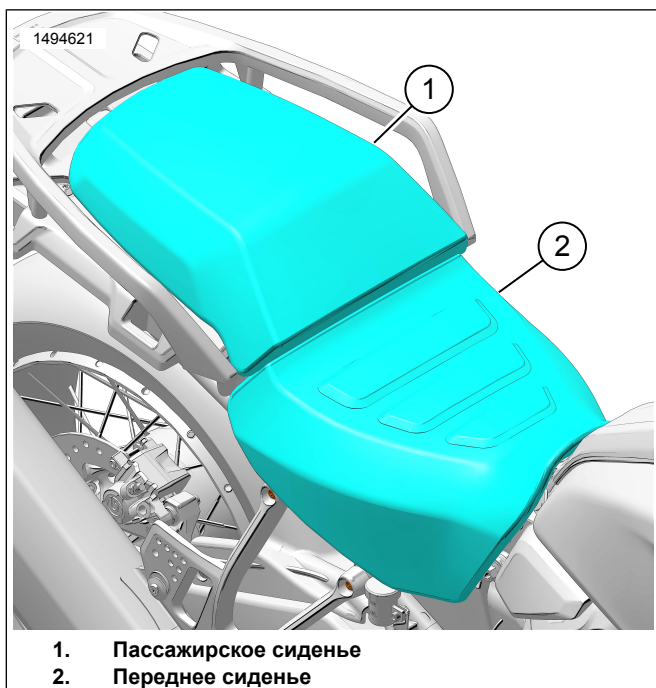

Рисунок 2. Сиденье
1. См. рис. 2. Снимите заднее сиденье (1) и сиденье (2). См. руководство по техническому обслуживанию.
1. См. рис. 2. Установите заднее сиденье (2) и сиденье (1). После установки сиденья потяните его, чтобы убедиться в надежности крепления. См. руководство по техническому обслуживанию.